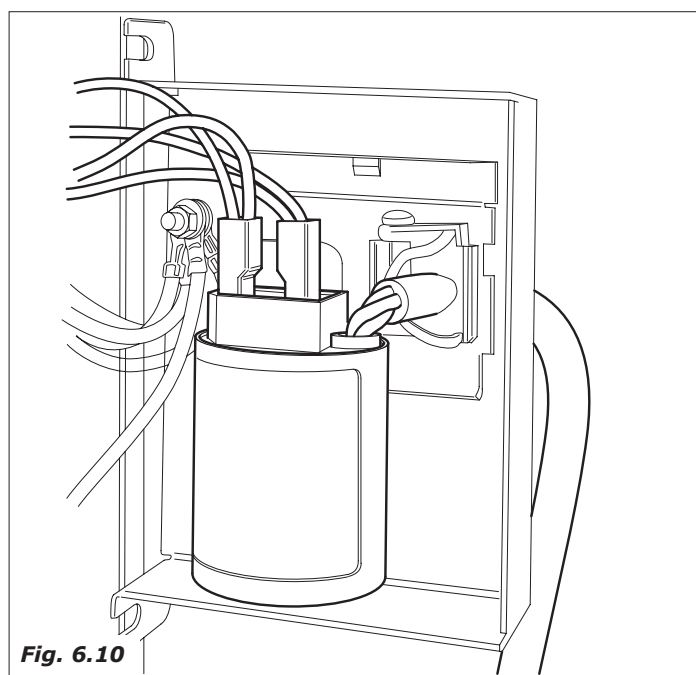

Fig. 6.10
*Ficam sob tensão, a morseta do cabo de alimentação (Fig.6.10)*